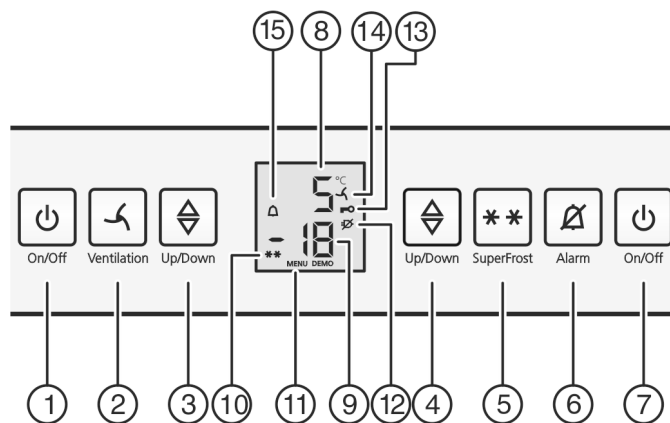

Fig. 2
- ▷ Op de display wordt het symbool Menu *Fig. 2 (11)* weergegeven.
- ▶ Met de toets SuperFrost *Fig. 2 (5)* kort bevestigen.
- ▷ Het symbool Kinderbeveiliging *Fig. 2 (13)* op de display gaat branden.
- ▶ Druk de toets On/Off van het vriesgedeelte *Fig. 2 (7)* kort in.
- ▶ Instelmodus activeren: Druk de toets SuperFrost *Fig. 2 (5)* gedurende ca. 5 seconden in.
- ▷ Het symbool Kinderbeveiliging *Fig. 2 (13)* gaat uit.
- ▶ Druk op de toets On/Off van het vriesgedeelte *Fig. 2 (7)*.
- ▶ Druk op de toets On/Off van het koelgedeelte *Fig. 2 (1)*.
- ▶ Toets Alarm *Fig. 2 (6)* indrukken.
Tegelijkertijd knipperen de temperatuurdisplay en het symbool Alarm *Fig. 2 (15)*.
Het akoestisch alarm stopt automatisch, het symbool Alarm *Fig. 2 (15)* gaat uit en de temperatuurdisplay houdt op met knipperen, wanneer de temperatuur weer laag genoeg is.